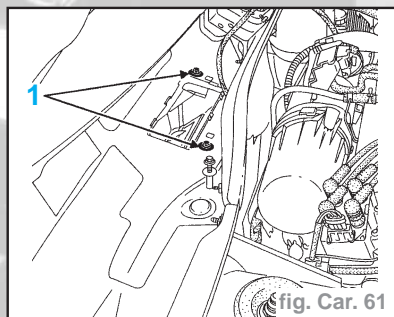

fig. Car. 61
- les vis de fixation (1) du boîtier répartiteur (fig. Car. 61)